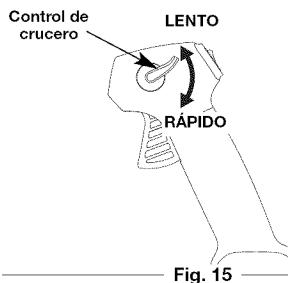

Fig. 15
1. Una vez que el motor haya arrancado y esté caliente, oprima el gatillo para acelerar la unidad según sea necesario (Fig. 15).
2. Para períodos de funcionamiento más prolongados y para eliminar la posibilidad de fatiga en el dedo, mueva el control de crucero hacia la posición **RÁPIDO** para aumentar poco a poco o mantener la velocidad del motor de la unidad (Fig. 15). Cuando se opima el control de crucero, el gatillo retrocederá hacia la manija.
3. Para disminuir la velocidad del motor, mueva el control de crucero hacia la posición **LENTO** y el gatillo regresará a la posición de marcha en vacío (Fig. 15).
- Use el control de crucero (Fig. 15) para mantener el gatillo oprimido mientras esté trabajando para facilitar el funcionamiento continuo.